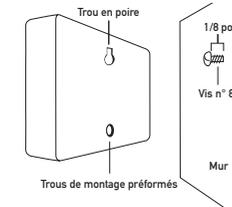

Figure 5: Suspendez la minuterie (en utilisant les trous en forme poire)
- Faites glisser le HRC 390 sur la vis protubérante (utilisant le trou en poire au dos). Voir **Figure 5**
- Enfoncez une vis n° 9 dans l'un des deux trous préformés situés dans la partie inférieure du dos du boîtier. Voir **Figure 5**